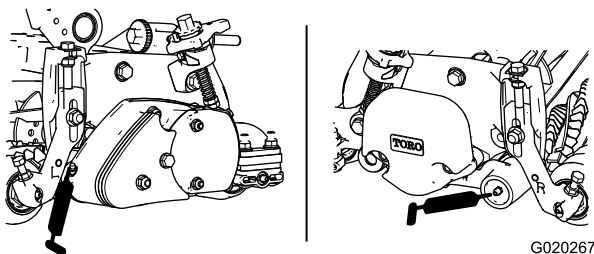

Figura 16
34. Lubrificate ogni cuscinetto del groomer (pompate massimo 2 o 3 volte); fate riferimento a Figura 16. Non eseguite un ingrassaggio eccessivo, altrimenti le guarnizioni potrebbero danneggiarsi. Tergete il grasso superfluo.